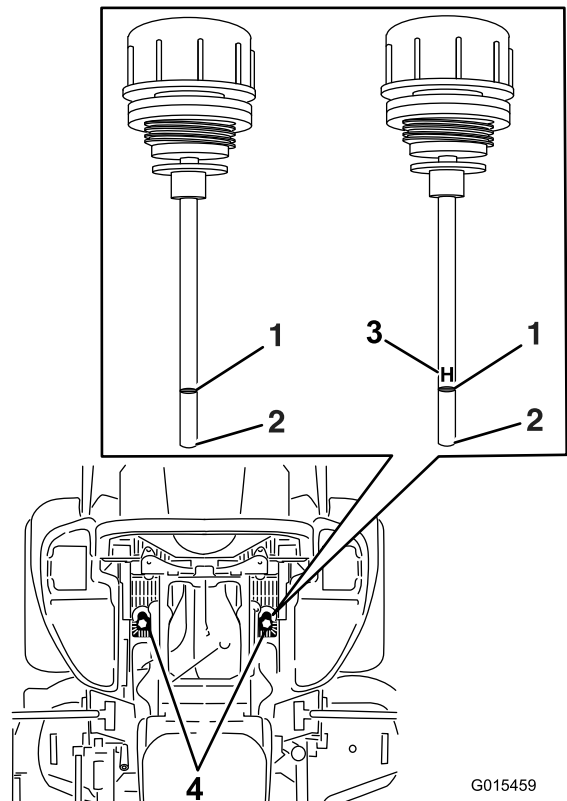

Figura 85
5. Limpie la zona alrededor de las varillas de los depósitos del sistema hidráulico (Figura 85).
6. Retire una varilla del depósito hidráulico (Figura 85).
8. Retire la varilla e inspeccione el extremo (Figura 85).